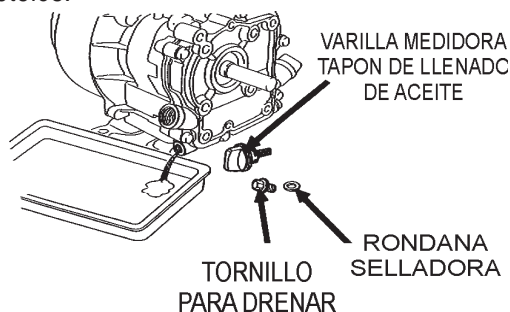

Figura 25. Aceite de motor (Drenando)
1. Drene el aceite del motor cuando el aceite este **caliente**, como se muestra en la Figura 25.